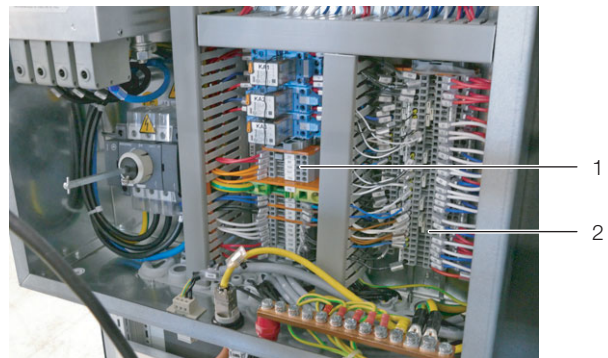

Abb. 31: Klemmleisten X1A und X2A in der Elektronikbox
- Falls Sie das LCP DX über einen Fernschalter ein- und ausschalten möchten: Entfernen Sie in der Elektronikbox an der Klemmleiste X1A die Brücke zwischen den beiden Klemmen 30 und 80 („Remote On-Off“) und schließen Sie dort potentialfrei einen Fernschalter (Schließer) an (Abb. 31, Pos. 1).